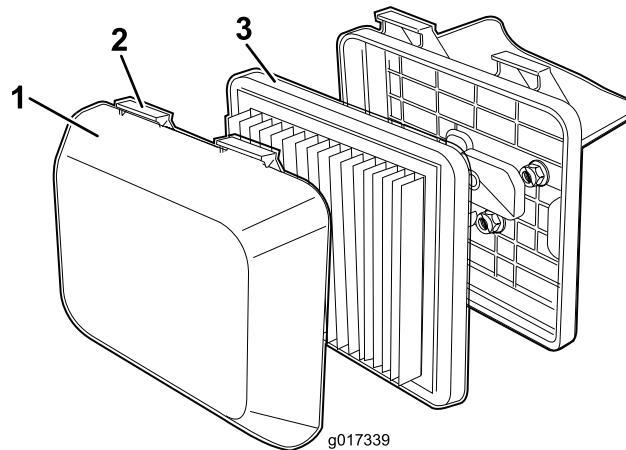

図 19
1. エアクリーナカバーの上部についているラッチのタブを押す図 19。
3. フィルタを外す図 19。